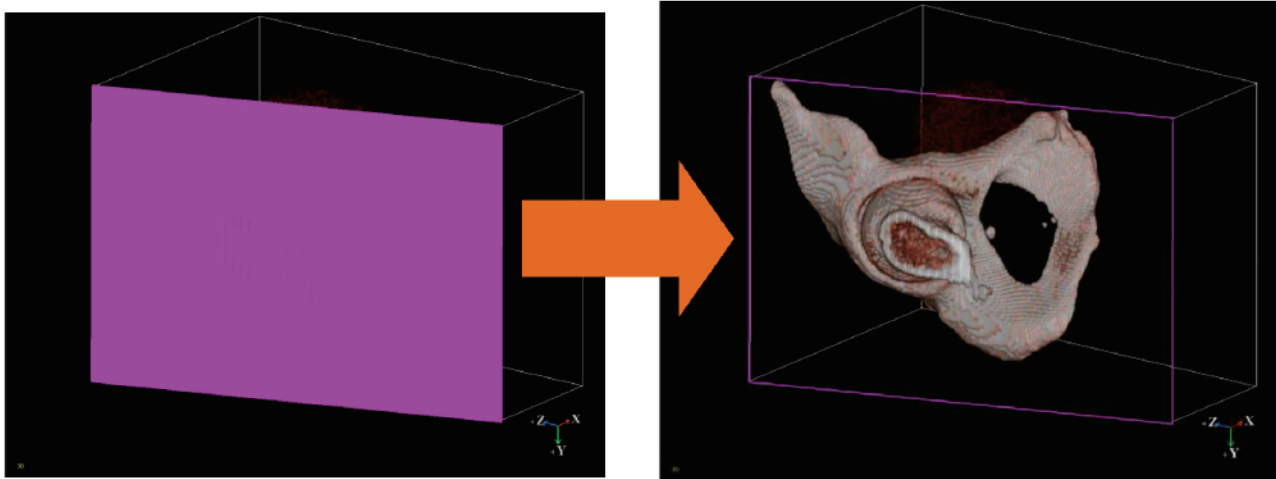

図5-1 切断面を選択した際の表示の変化
2. 切断面を[左クリック]すると、画面が図5-1のように変化します